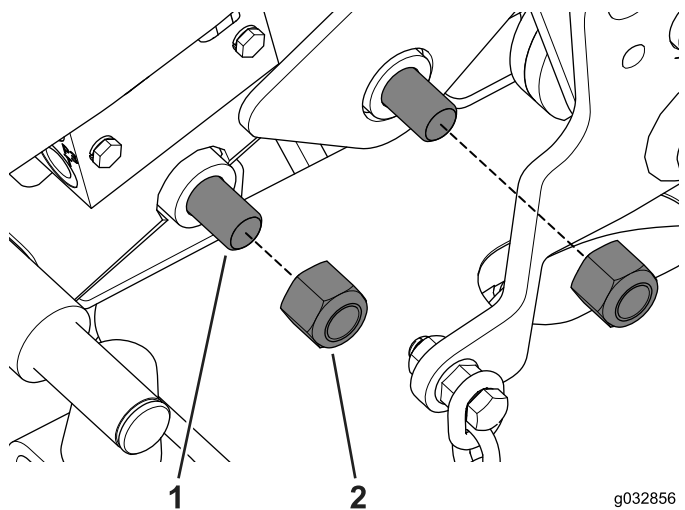

Figure 121
2. Alignez les trous de boulon afin de pouvoir installer et serrer légèrement les boulons et les entretoises sur le côté gauche de la machine (**Figure 121**).